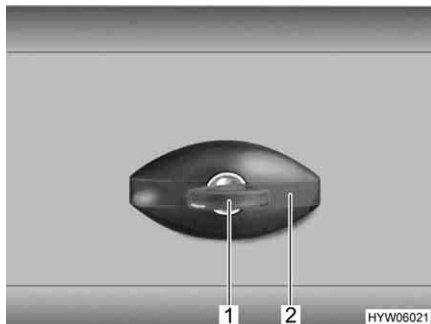

Fig. 24 Serratura dello sportello, ellittico, chiuso
- Inserire la chiave nel cilindro della serratura (Fig. 24,1) e ruotare in senso antiorario di un quarto di giro. La maniglia della serratura (Fig. 24,2) scatta all'infuori.